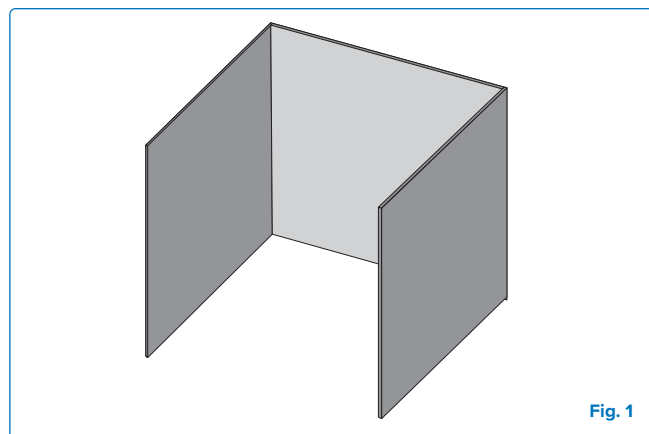

Fig. 1
- Un aparato se considera al aire libre si se instala en un refugio con no más que paredes en tres lados, pero sin cubierta superior. (**Fig 1**)